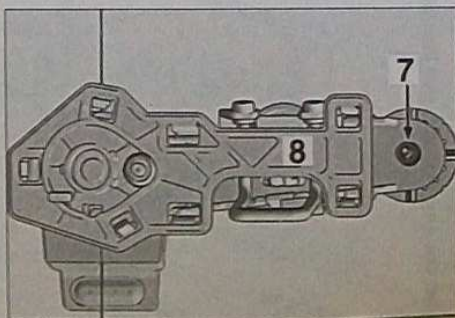

FIG. 87
- le cache commande d'ouverture électrique (1) à l'aide d'un tournevis fin, décliper en A et dégager vers le haut.
- la fixation (2) et le bras-balai d'essuie-glace (3). Déposer le cache étanchéité.
- Décliper, déposer le cache palier intérieur et l'écrou. Déposer la fixation (7) du palier intérieur (8) (Fig.87).